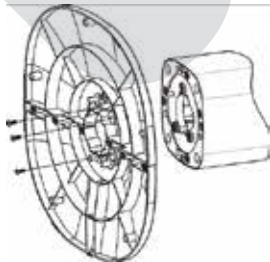

Fig. 3
6. Collegare il piede d'appoggio con il lato inferiore dell'apparecchio e quindi fissare tutte le parti con le viti fornite in dotazione (Fig. 3)